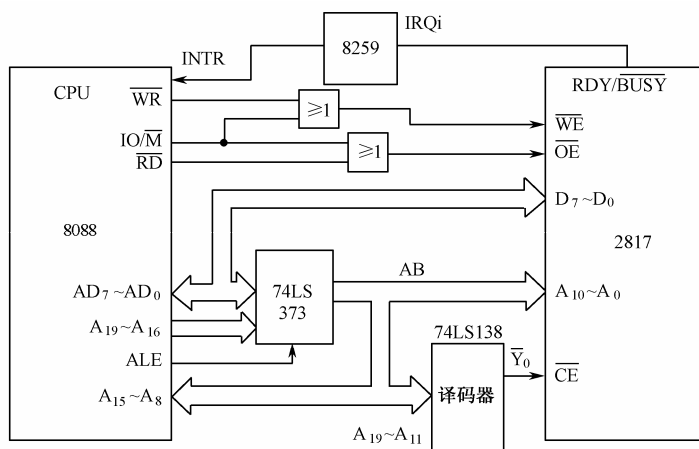

图 5-10 2817 与 CPU 的连接图
② E2PROM 2817 的工作方式。2817 的工作方式如表 5-2 所示。
③ E2PROM 与 CPU 的连接方法。E2PROM 与 CPU 的连接方法如图 5-10 所示。8088 提供的 20 位地址线中， $A_{10} \sim A_0$  与 2817 直接连接， $A_{19} \sim A_{11}$  经过译码器译码，译出片选信号  $\overline{CE}$  来选中 E2PROM 芯片；8088 提供的 8 位数据线也直接与 2817 连接，8088 提供的  $\overline{WR}$ 、